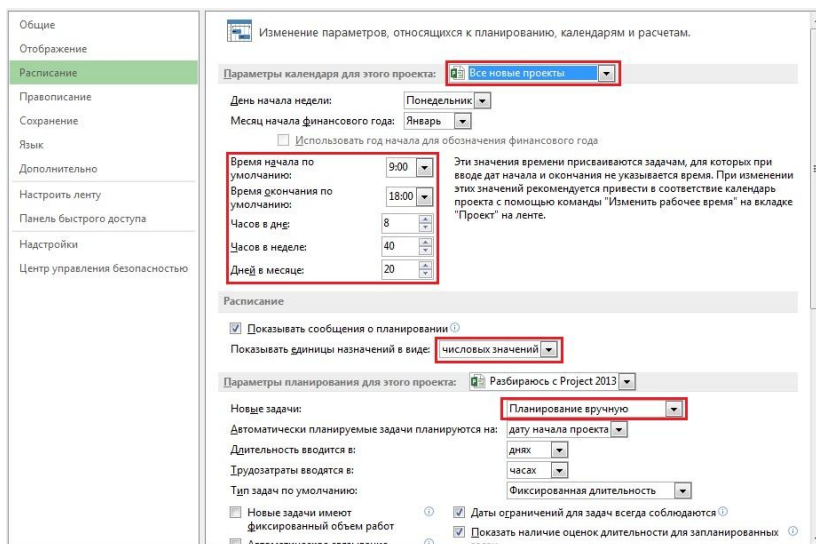

Рисунок 1.1 – Настройка вкладки «Расписание»
3. Тип планирования задач (ручной), Рисунок 1.1.